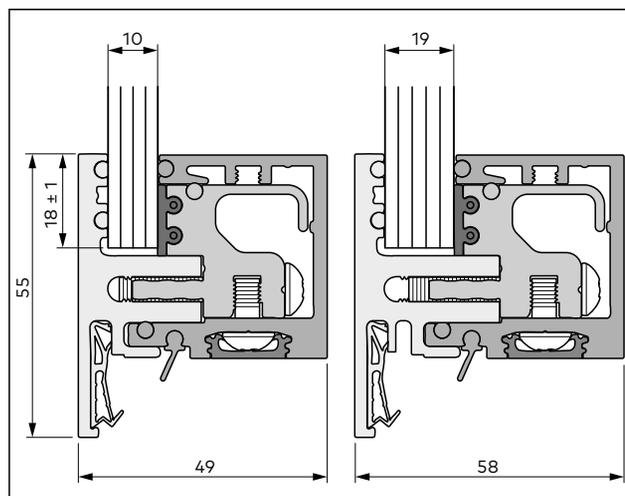

Abb. 12 Abmessungen der montierten Zarge bei Seitenteilen von 10 - 19 mm Glasdicke
- Glasüberstand in der Zarge $18 \text{ mm} \pm 1 \text{ mm}$ (Abb. 12)